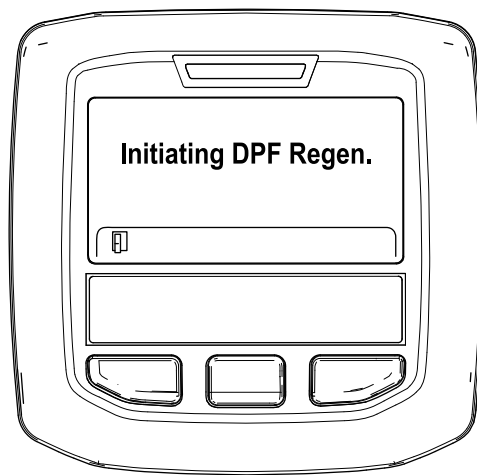

Figura 49
- A. "Initiating DPF Regen." (A iniciar Regen. DPF) é apresentada (**Figura 49**).